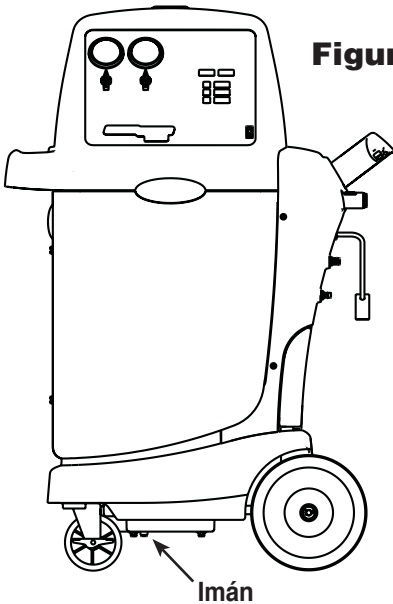

Figura 11
3. Consulte la Figura 11 y verifique que el imán en la parte inferior de la unidad esté limpio. Presione **START/YES (inicio/sí)**.